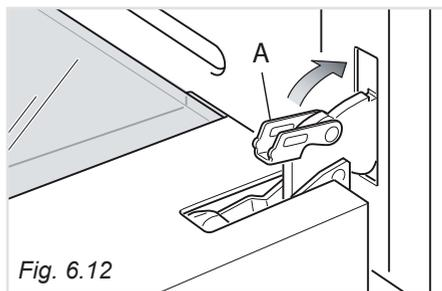

Fig. 6.12
- Aprire completamente la porta del forno e richiudere la leva "A" delle cerniere destra e sinistra (fig. 6.12).